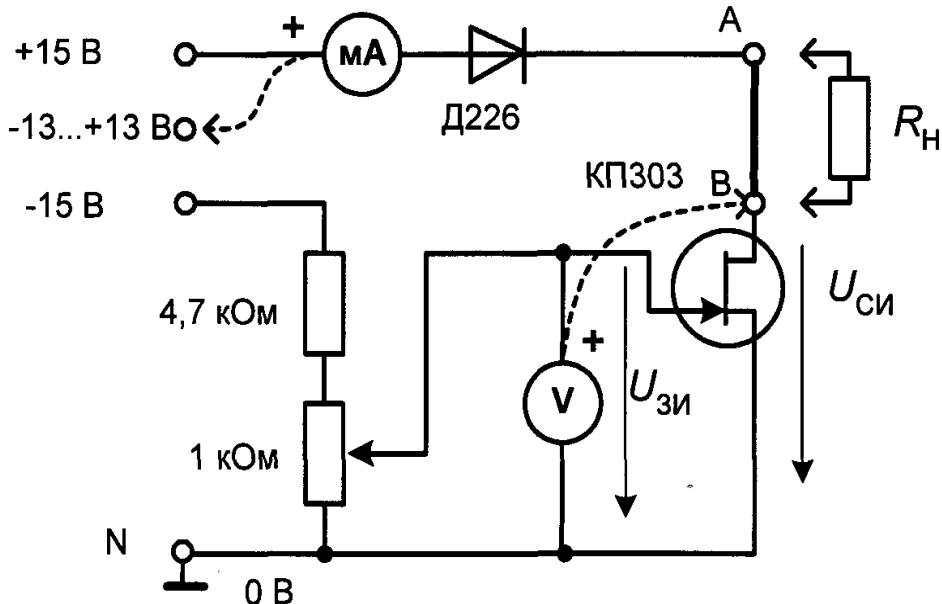

Рис.6
3. Соберите цепь для снятия характеристик транзистора (рис. 6). Диод включен в схему для предотвращения подачи отрицательного напряжения на транзистор при снятии выходных характеристик, а между точками *A* и *B* включена перемычка, удалив которую можно включить в цепь стока сопротивление нагрузки.
Для регистрации переменных оптических сигналов (световых потоков) применяется схема, показанная на рис. 6. Изменяющийся световой поток, падающий на фотодиод, вызывает в цепи переменную составляющую тока, которая повторяет изменения интенсивности света. А на резисторе R_h происходят такие же изменения напряжения, которое и поступает на вход регистрирующей системы. Чтобы отделить (не пропустить) постоянную составляющую напряжения на резисторе, в сигнальной цепи находится разделительный конденсатор C .